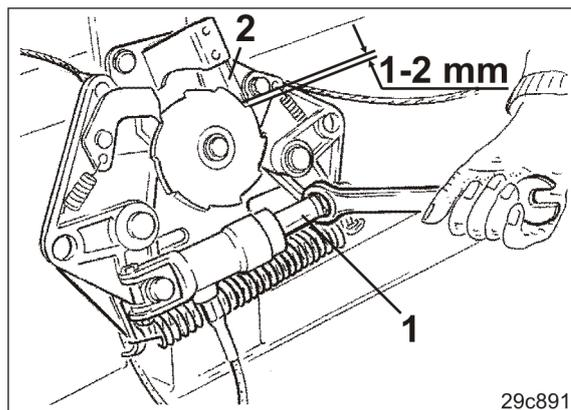

Рис. 237
3. Гаечным ключом с открытым зевом поворачивайте поршень (Рис. 237/1) гидравлического цилиндра, пока пластинчатая пружина (Рис. 237/2) на механизме автоматического переключения не зафиксируется со щелчком, и пока между пластинчатой пружиной и зубом не будет настроен зазор 1 - 2 мм.